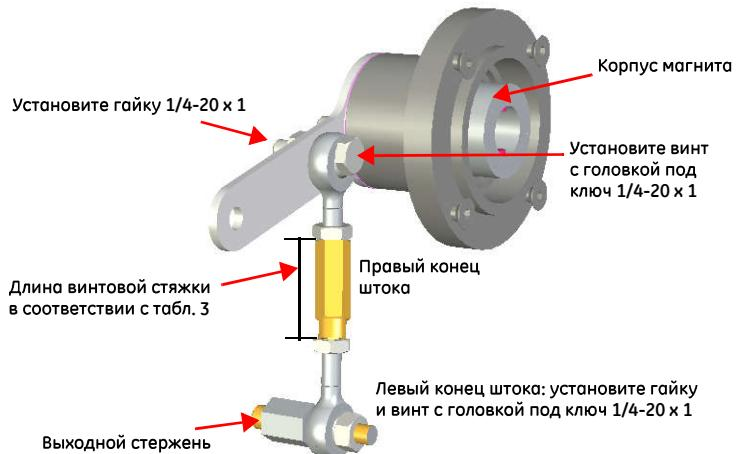

Рис. 14. Установка выходного штока SVi1000
- Вкрутите выходной шток в соединитель штока привода (Рис. 14).
5. Присоедините конец штока с правой резьбой к рычагу с помощью крепежного винта 1/4 - 20 x 1" и гайки (Рис. 14).
10. Накрутите винтовую стяжку на конец штока с левой резьбой (Рис. 14).
11. Отрегулируйте положение винтовой стяжки, чтобы совместить отверстие рычага с центровочным отверстием кронштейна. Затяните обе стопорные гайки на винтовой стяжке (Рис. 14).